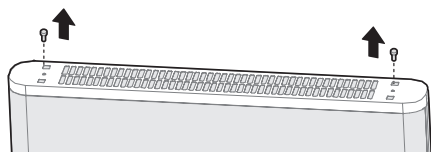

Figura 1
1. In base alle Figura 1, ruotare la struttura a testa in giù con la parte inferiore rivolta verso l'alto e svitare le relative viti.